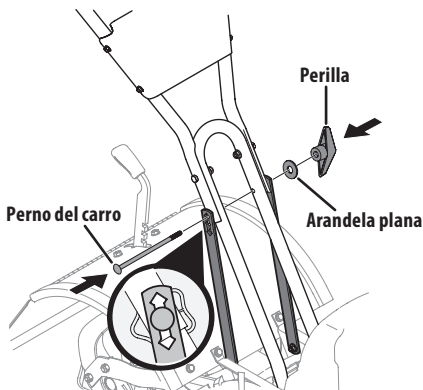

Figura 3
- Acople sin apretar las ménsulas de soporte a la parte exterior del conjunto del manillar utilizando el perno del carro, la arandela plana y la perilla. Consulte la Figura 3.